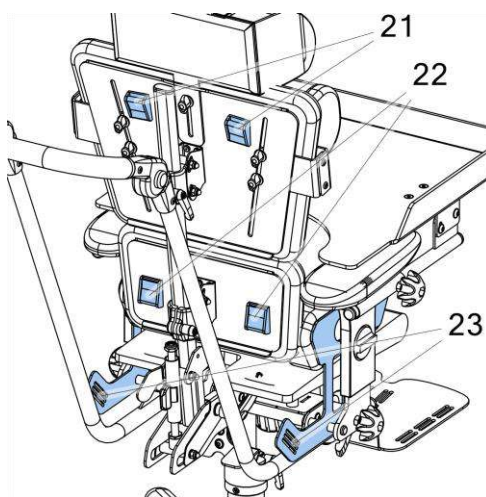

Fig. 15
Il bretellaggio e le cinture pelviche vengono montate sull'ausilio attraverso l'uso di cinghie Fig. 15. Per sistemare il bretellaggio correttamente, far passare le cinghie attraverso le fibbie (21) and (22). La lunghezza delle cinture può essere regolata facendo passare le cinture attraverso le fibbie sullo schienale o attraverso le fibbie che fissano le cinture al bretellaggio. Le cinture pelviche sono bloccate nelle asole presenti nelle staffe che supportano anche le guide bacino (23). La lunghezza delle cinture è regolabile facendo passare le cinghie (allentandole o stringendole) attraverso le fibbie o le asole di fissaggio.